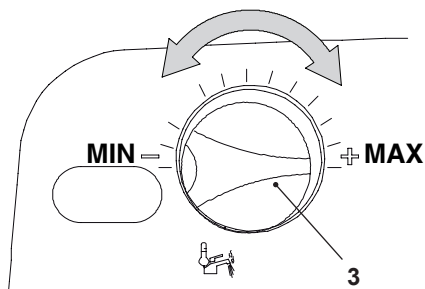

Fig. 7.7
- Ruotare la manopola regolazione temperatura sanitari 3 in Fig. 7.7 al massimo, sul display LCD compare la seguente visualizzazione (la sequenza **P09** si alterna a **07**).